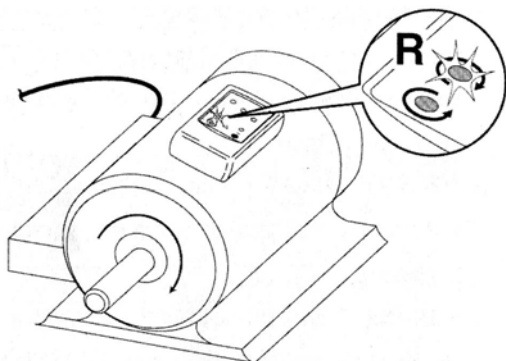

Рисунок 3
2. Расположите прибор параллельно направлению вала мотора. Расстояние от индикатора до мотора должно быть не более одного дюйма (2,5 см). См. Рисунок 3.